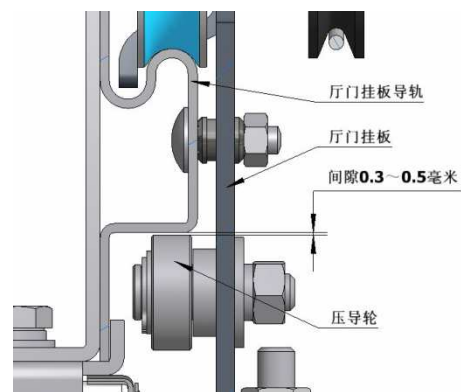

图 7-24
- e. 调节厅门挂板上的压导轮与厅门挂板导轨的间隙：0.3~0.5 毫米。请见图 7-24：